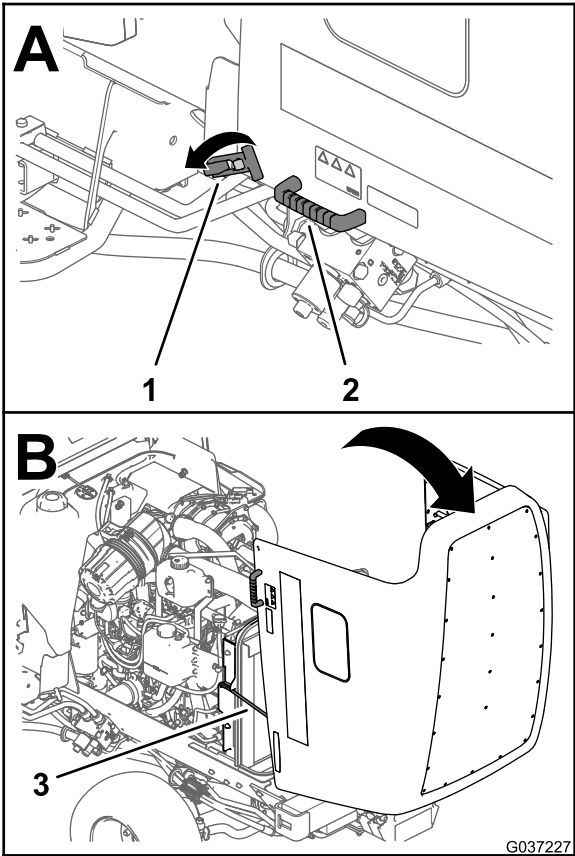

Figure 75
3. En vous aidant des poignées adjacentes aux loquets, soulevez le capot vers l'arrière jusqu'à ce que les 2 béquilles soient engagées dans les 2 supports (Figure 75).